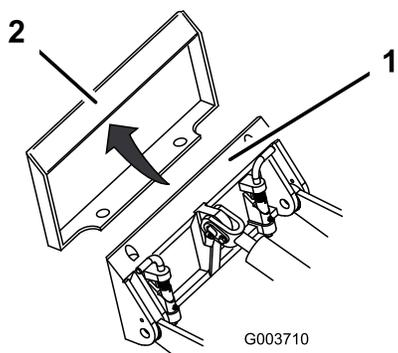

Рисунок 15
- Вставьте монтажную пластину под верхнюю кромку установочной пластины навесного орудия (Рисунок 15).